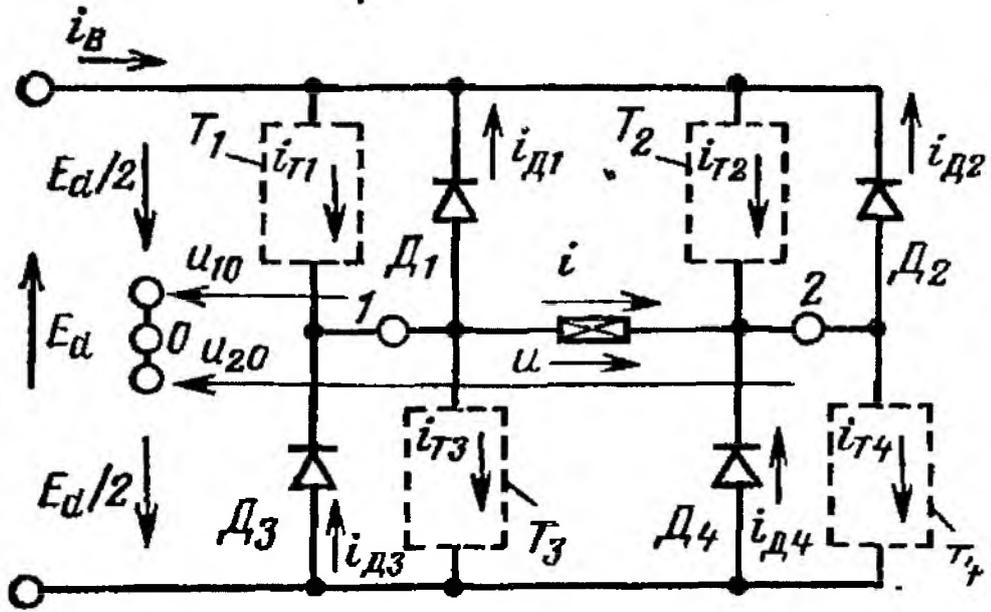

Рис. 15. Схема идеального однофазного мостового инвертора
19. На пары тиристоров  $T_1 - T_4$  и  $T_2 - T_3$  однофазного мостового инвертора подаются управляющие импульсы со сдвигом по фазе на  $90^\circ$  с целью регулирования напряжения. Тиристоры заменены диодами и ключами (рис. 15). Построить кривые напряжения  $u$  и токов  $i_D$ ,  $i_T$ , и  $i_d$  и найти средние значения токов, если  $E_d = 10$  В,  $f = 100$  Гц и а) нагрузка  $R = 1$  Ом, б) нагрузка  $L = 1$  мГн. Вентили идеальные.